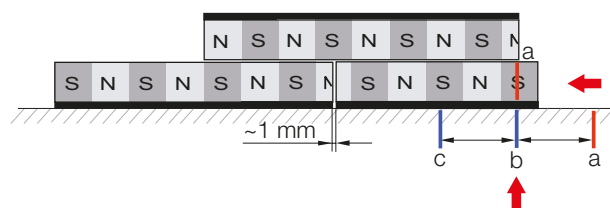

Fig. 4-12: Posizionare il corpo di misura accorciato
8. Appoggiare il corpo di misura di ausilio sul corpo di misura M1 e portarlo in una posizione stabile (Fig. 4-12).
Spingere il corpo di misura M2 accorciato sul giunto, finché il contrassegno (a) sul corpo di misura è a filo con il contrassegno (b) o (c) sulla parte macchina (Fig. 4-12). Ora il corpo di misura di ausilio deve avere solo una posizione stabile in cui “si blocca in posizione”. Eventualmente spostare il corpo di misura M2 di 1 mm a destra o a sinistra, per trovare la posizione con la forza di attrazione massima.